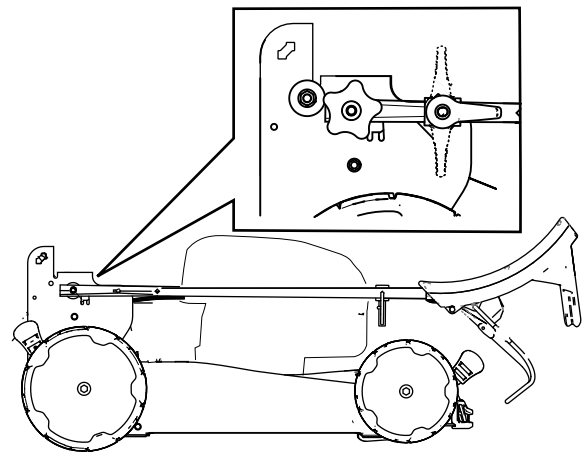

Figura 22
4. Pliegue el manillar hacia adelante del todo, como se indica en la Figura 22.